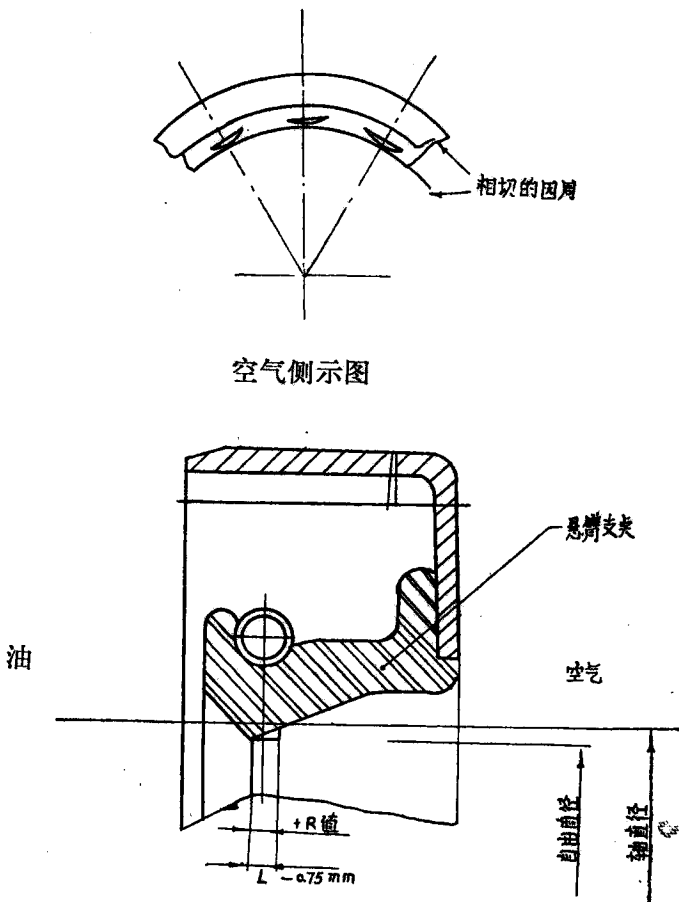
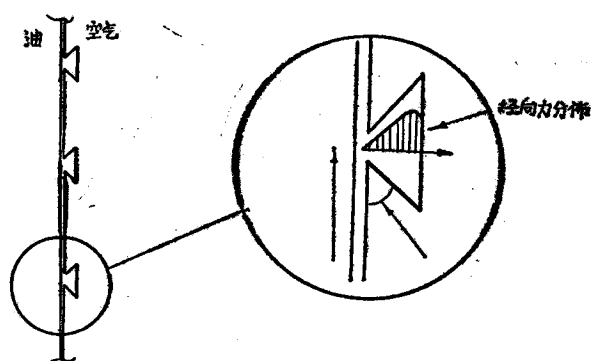

图1 典型的2DR油封断面
图2 2DR油封唇部与轴接触图形及接触应力分布
①道蒂密封件厂的SDR油封，如图1所示。这种结构的主要特点是在尖唇部的空气侧有与唇相切的小园柱体，这种园柱体均匀地分布在园周上（相距约10 mm 左右）。弹簧断面中心线与唇口的距离R取正值，即弹簧偏向唇部的空气侧，这样小园柱体与轴表面接触形成如图2所示的图形和接触应力分布。这些园柱突起就起泵的作用，轴旋转时就能把漏出的油反推回油腔。据介绍，园柱体的长度，即L约为0.75mm，R值为L值的 $\sim 2/3$ ，与唇口相切的园柱体的半径约7.5mm。这些尺寸并不是十分关键的，比较关键的是园柱体与唇部园周相切必需准确，误差应在0.025mm范围内。这种油封已大量生产应用。